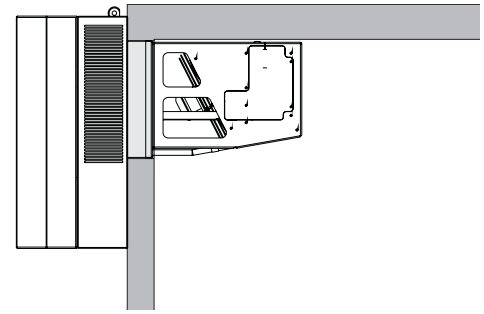

Fig.1.2.2.e
F) FIXEZ le monobloc en réglant les équerres de fixation du monobloc (Fig.1.2.2.f).